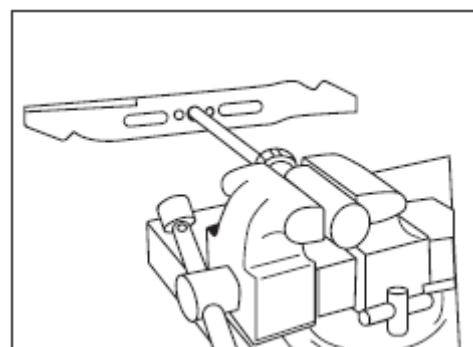

Fig. 18
- La lame est équilibrée lorsqu'aucune des extrémités ne s'abaisse (voir fig. 18).